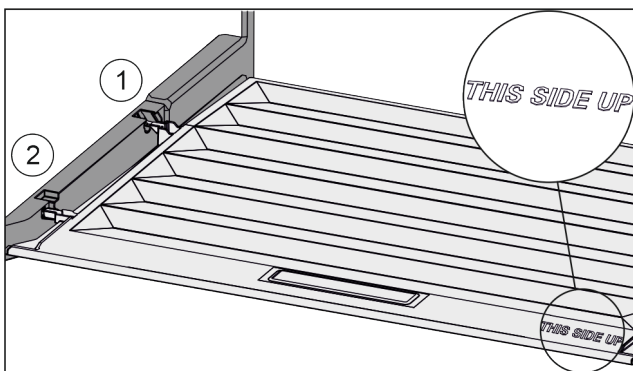

Fig. 98
- ▶ Dekselranden via de opening van de achterste houder Fig. 98 (1) aanbrengen en van voren in de houder Fig. 98 (2) klikken.